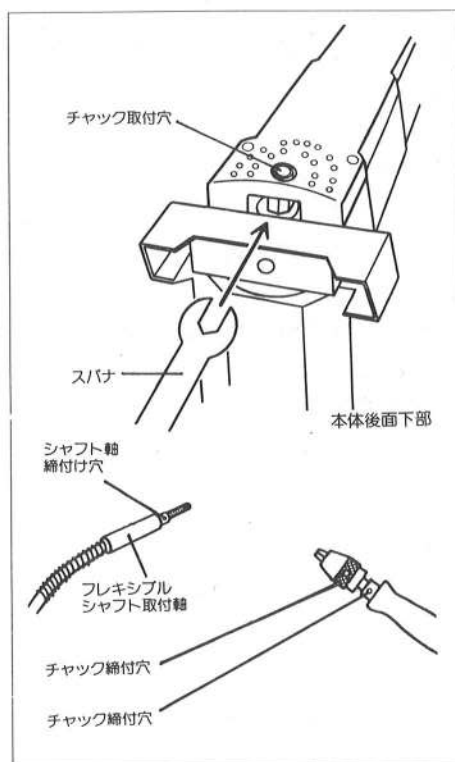

図10
- (2)ソーブレードに向けて小さい圧力で、スムーズに送り込んで切削してください。
- (3)切削材の厚さは、25%以下のとき一番良い切削効果が得られます。
- (4)テーブルを傾斜したときの切削、また切削材の厚みが25%を越えるときの切削は、まず押しつけ装置を取り外します。このときの切削は手で切削材を確実に押さえることが必要です。又、ゆっくり送り込んで切削してください。ブレードの曲がりやネジレを避けてください。手と指の位置もブレードからの安全距離を保って作業してください。
■本機専用フレキシブルシャフトの取付方法（別売）（図10参照）